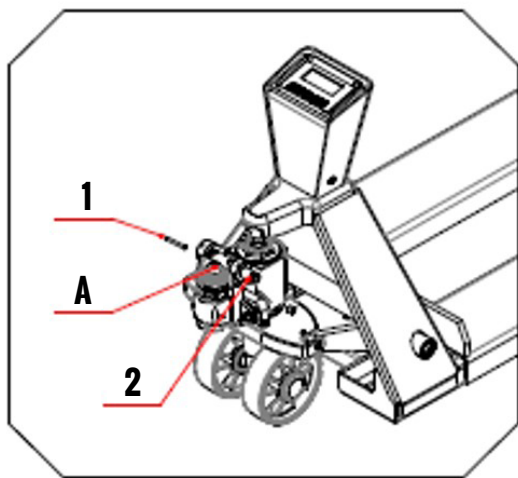

Fig. 1
3.1.1 Favor de hacer referencia a la Fig.1. Retire el perno 1 del eje pasador 2, luego extraiga el eje pasador 2.